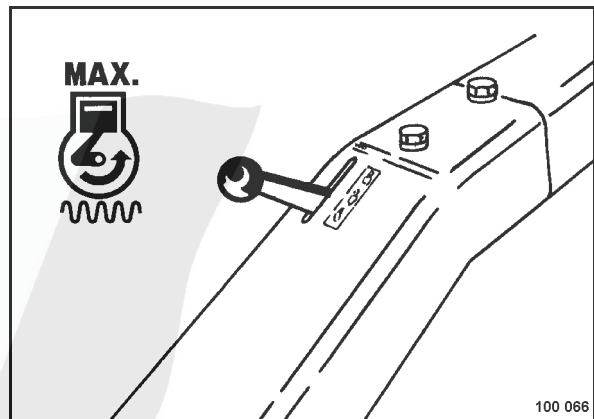

fig. 31
- Positionner le levier de réglage du régime (fig. 31) sur "MAX".